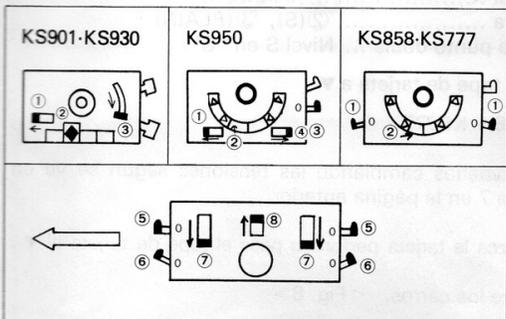

Fig. 2
- 3 Ajuste los carros. < Fig. 2 >